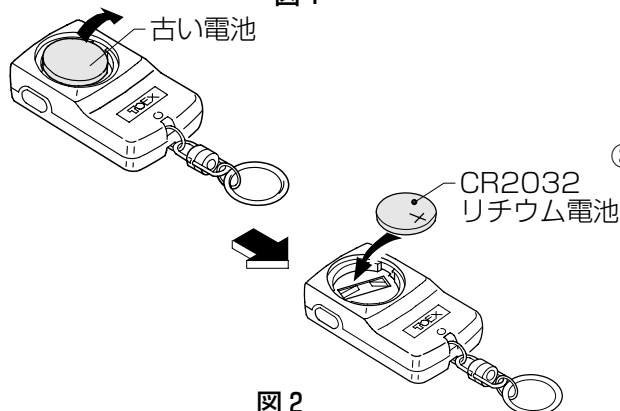

図2
②古い電池を取り出します。(図2参照)
③新しい電池は「+マーク」が見える向き(上側)にはめ込みます。(図2参照)
・「マーク」を合わせます。「締め忘れ」に注意してください。(図2「位置マーク」参照)